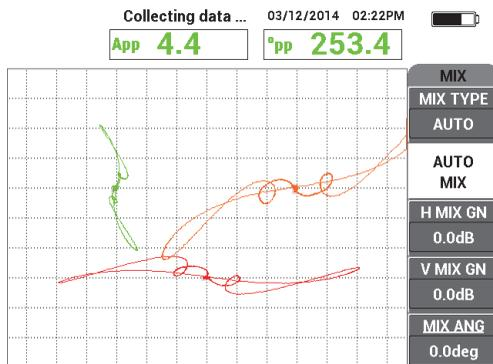

Рис. 5-144 Сканирование опорного кольца с функцией АВТО|МИКШ.
9. Нажмите клавишу GAIN (**dB**) четыре раза и настройте Г/В УСИЛ 2 так, чтобы сигнал частоты 2 опорного кольца растянулся на экране на приблизительно 10 делений по горизонтали (см. Рис. 5-144 на стр. 242).
NORTEC 600 записывает 5 секунд сигнала опорного кольца и автоматически выполняет микширование сигнала (см. Рис. 5-144 на стр. 242).